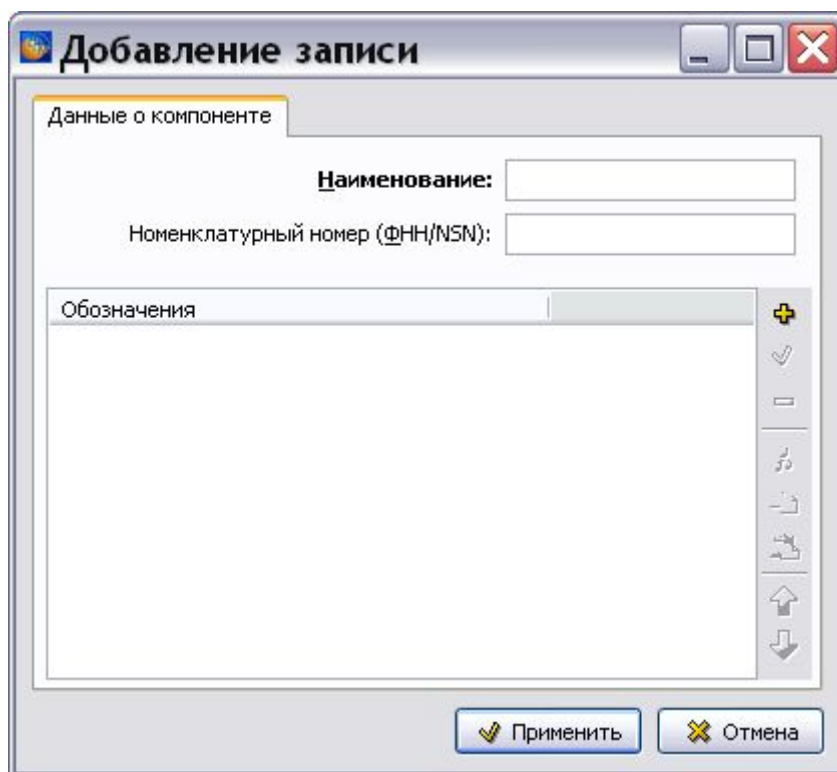

Рис. 7.6
1. На инструментальной панели окна **Компонент** нажмите на кнопку . После этого откроется диалоговое окно **Добавление записи** с вкладкой **Данные о компоненте** (Рис. 7.6).